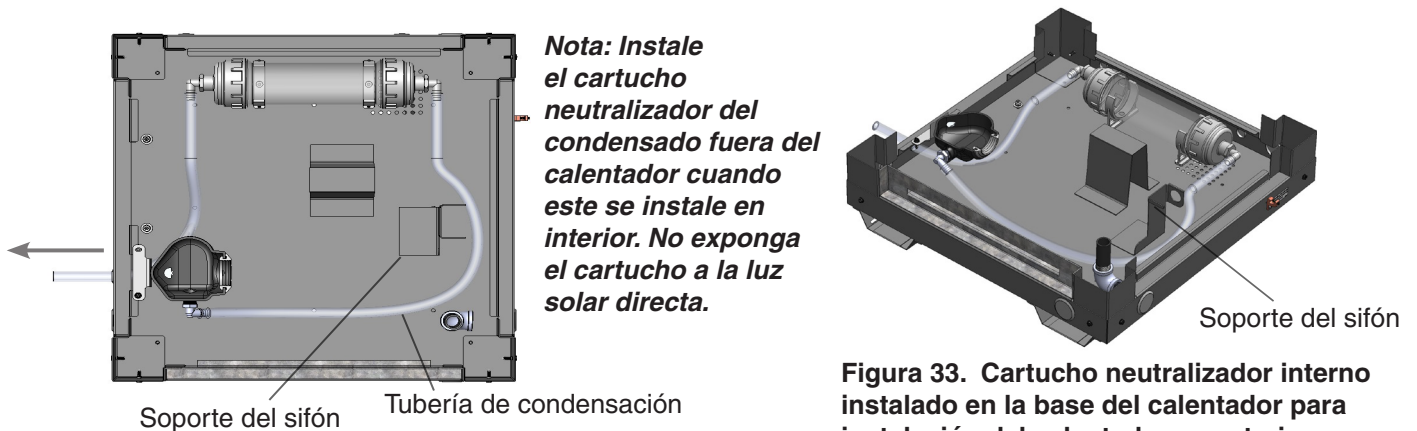

Figura 33. Cartucho neutralizador interno instalado en la base del calentador para instalación del calentador en exterior
1. Retire las tuberías de PVC transparentes del soporte del sifón para garantizar un drenaje adecuado. **Nota: el cartucho neutralizador en sí es un sifón. No utilice el soporte del sifón indicado al utilizar un cartucho neutralizador (véase la Figura 33 en la página siguiente). Esto creará un sifón de aire y el condensado no fluirá correctamente.**
**Instalación del calentador en exterior (Figura 33, véase la siguiente página):** utilizando los soportes suministrados, asegure el cartucho neutralizador en la base del calentador.